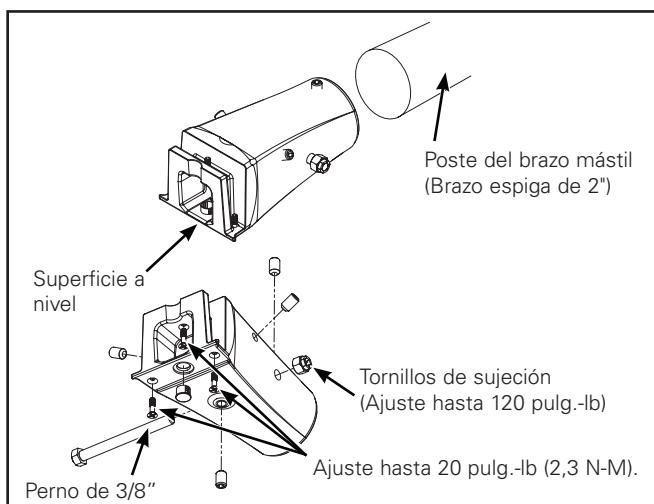
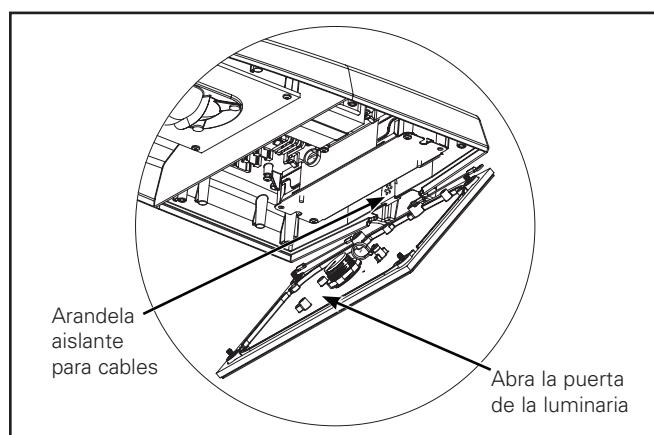

Figura 7.
Figura 8.
Montaje en brazo del mástil (Figura 7. y Figura 8.)
- Asegure el adaptador del brazo mástil al brazo con los (4) tornillos de sujeción de 3/8-16 x 3/8". Nivele el adaptador del brazo del mástil mientras ajusta los tornillos de sujeción. Ejerza torsión a 120 pulg./lb.
- Abra la puerta de la luminaria aflojando los (4) tornillos Phillips (o las tuercas mariposa si estuvieran incluidas) de la puerta. (Figura 8.)
- Quite la arandela aislante en la parte trasera para los cables de la luminaria. (Figura 8.)
- Pliegue los cables de las luminarias y los cables del adaptador para brazo mástil para sacarlos del camino y deslice la luminaria sobre el adaptador para el brazo mástil. Ajuste los tres tornillos Phillips hasta 20 pulg. libras (2,3 N-M) e instale el tapón de plástico sobre el tornillo central. (Figura 7.)